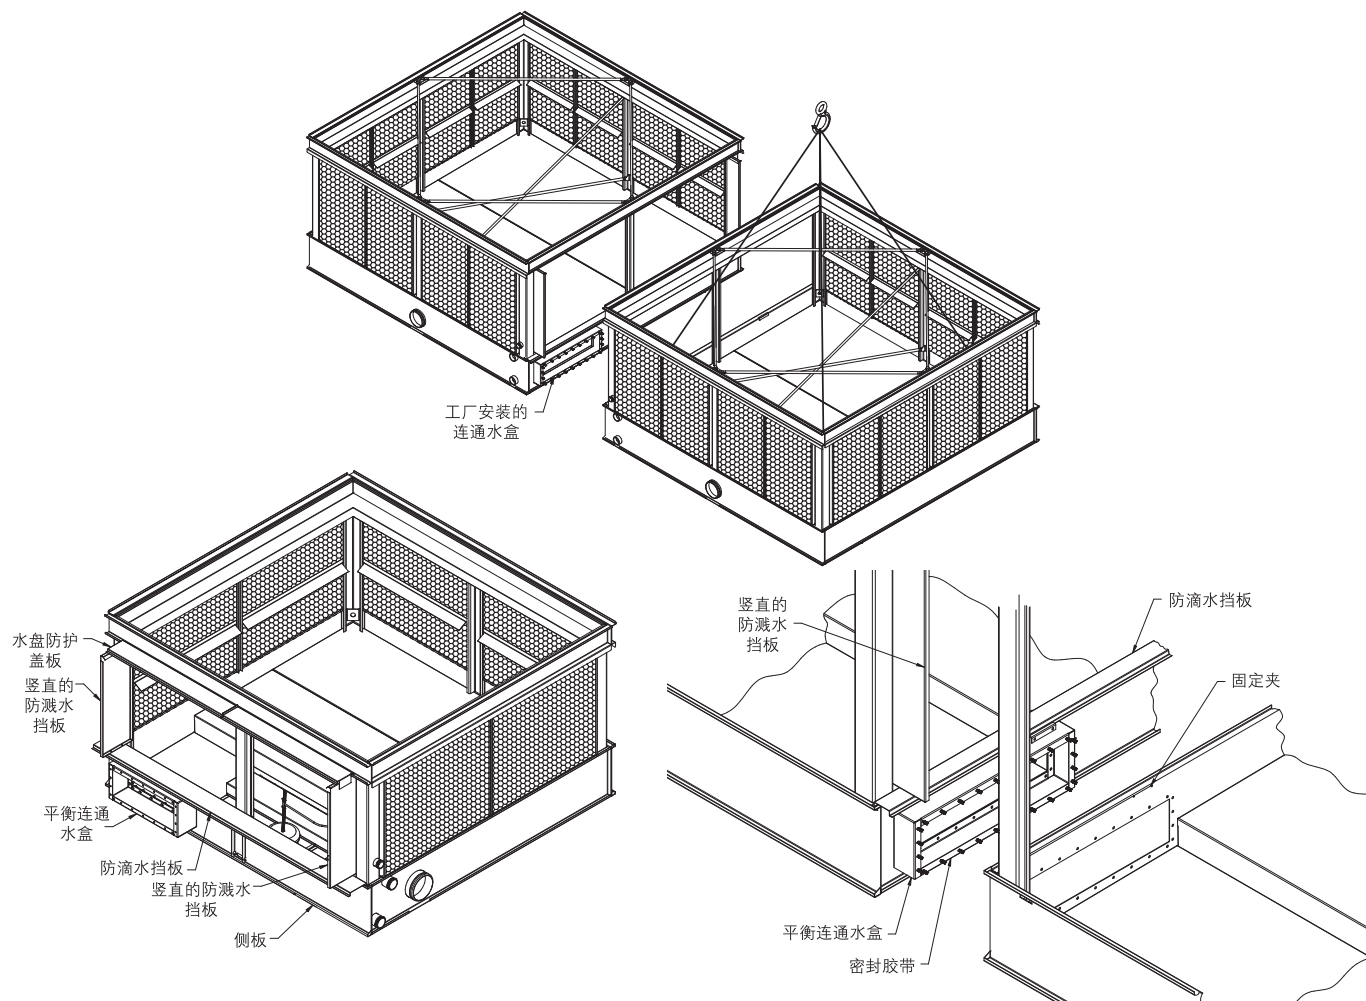

图2 - 机组下段的连接 - 多模块机组
11. 一旦竖直的防溅水挡板的底部需要与防滴水挡板相接触。当两者安装完成后，将水盘防护盖板放置在机组下段的上折边处，如图2所示。用5/16" (8mm)的自攻螺钉（适用于镀锌钢机组）或者不锈钢螺栓及螺母（适用于不锈钢机组）将水盘防护盖板连接到竖直的防溅水挡板上。